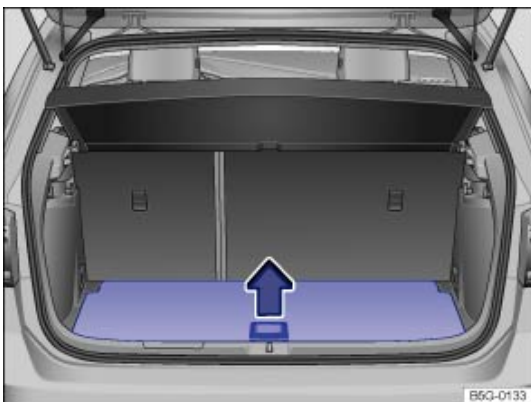
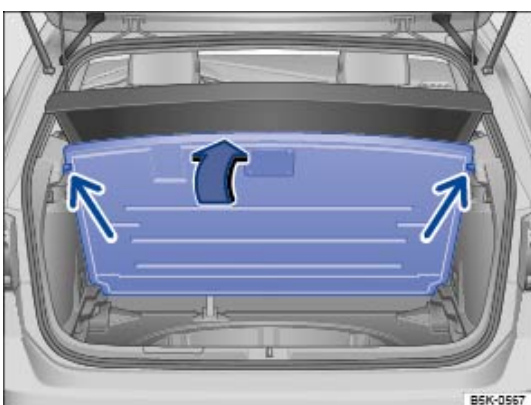

Fig. 105 Dans le coffre à bagages : soulèvement du plancher modulable de coffre à bagages.
Fig. 106 Dans le coffre à bagages : plancher modulable de coffre à bagages relevé.
- Pour *ouvrir* le plancher de coffre à bagages, soulevez la poignée du plancher de coffre à bagages → Fig. 105 puis relevez le plancher de coffre à bagages jusqu'à ce qu'il soit maintenu par les crantages latéraux (flèches) → Fig. 106.